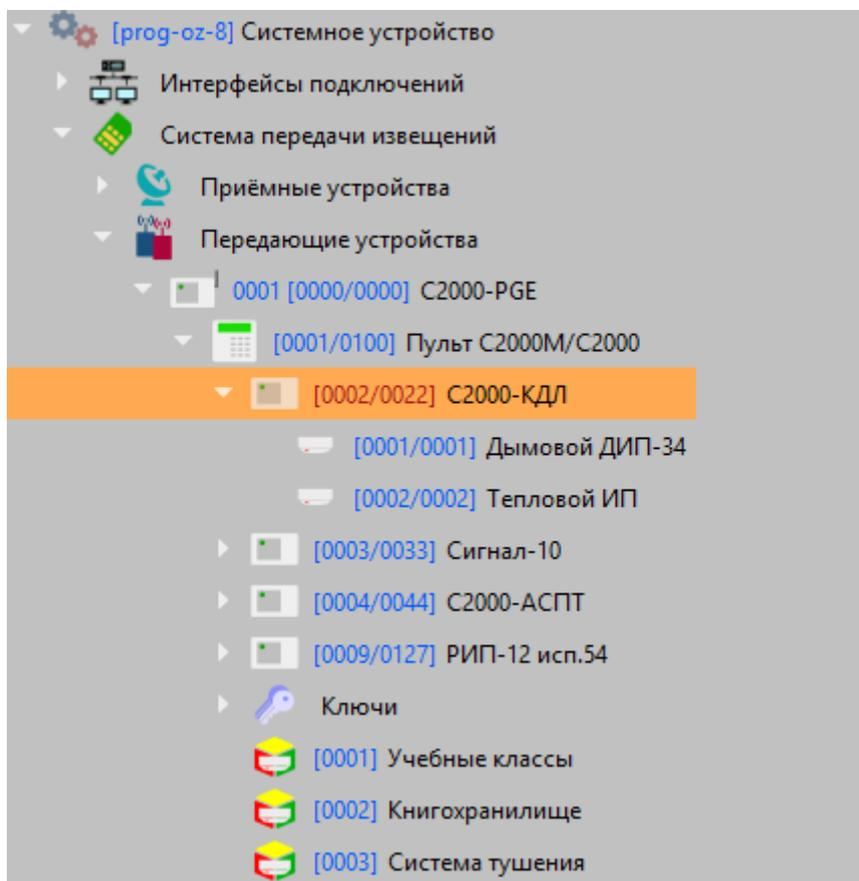

Рисунок 4.54. «С2000-PGE» с созданной под ним структурой зон, разделов и приборов
5. Для привязки зон к разделам создайте разделы с нумерацией в соответствии с конфигурацией ПУ «С2000М». Привязка зон и реле к аппаратным разделам осуществляется в соответствии с конфигурацией ПУ «С2000М» в программе «Pprog.exe». Разделы создаются как дочерние элементы к пульту «С2000М» – под одним пультом можно создать до 99 разделов или групп разделов (пример – Рисунок 4.54).